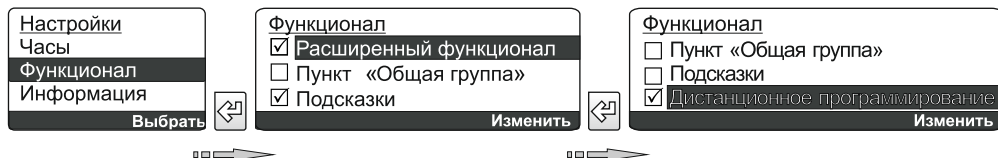

Рисунок 48 Включение функции анализатора сети в центральном пульте Nero II 8450-50M
- включить пункт меню **«Дистанционное программирование»** (см. рис. 48).